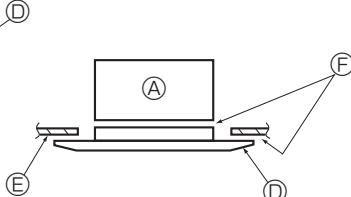

Fig. 5-8
- * Zorg ervoor dat er geen openingen zijn tussen de hoofdunit en het rooster, of tussen het rooster en het plafond. (Fig. 5-8)
① Hoofdunit
② Schakeldoos
③ Schroef met sluitring (Accessoire)
④ Rooster
⑤ Plafond
⑥ Zorg ervoor dat er geen openingen zijn.
⑦ Tijdelijke ophanghaken op het paneel